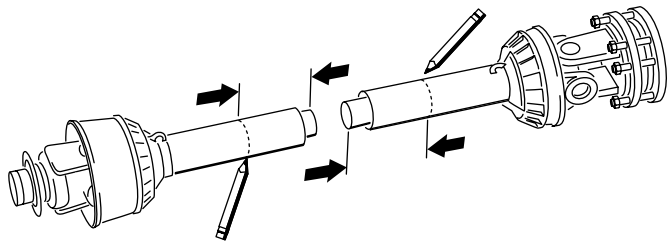

図 18
13. 手順 8 で決定した寸法位置を、各 PTO シャフトのシールド上で測り、マーキングしてシールドを切り落とす 図 18 と 図 19。